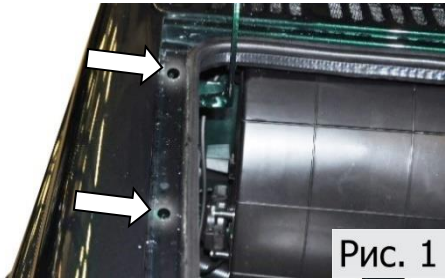

Рис. 1
1. Открутить штатные болты крепления крыла торцевой головкой №10 закрутить в резьбовые отверстия болт М6х25 торцевой головкой №10 с усилием 9Нм (Рис.1).